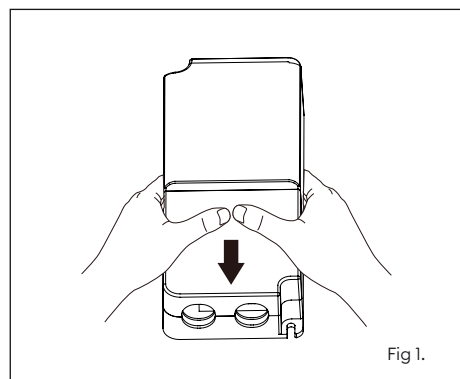

Fig 1.
- Access wire terminals and wattage switch by opening the terminal cover (Fig 1)
- Accédez aux bornes et au commutateur de puissance en ouvrant le cache-borne (Fig 1).
- Accedere ai terminali dei fili e all'interruttore di potenza aprendo il coperchio dei terminali (Fig 1).